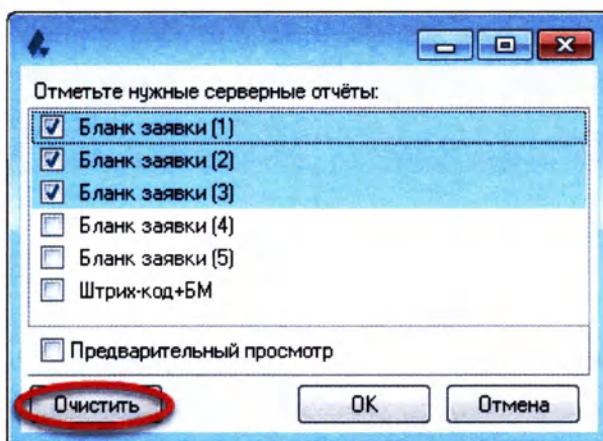

Рисунок 15.3
5. Чтобы снять все выделения, нажмите кнопку «Очистить» (Рисунок 15.3).